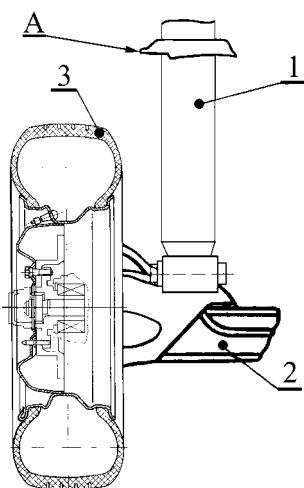

Рис.12 Установка амортизатора:
8.2.1 Выполнить операции по пп.8.1.7, 8.1.8 в последовательности, обратной разборке. Амортизатор устанавливать так, чтобы верхняя точка "А", рис. 12, нижней чашки пружины была обращена в сторону колеса. Момент затяжки гайки болта крепления амортизатора в кронштейне рычага задней подвески от 70 до 80 Н.м (от 7,0 до 8,0 кгс.м) (головка сменная 19, ключ моментный).